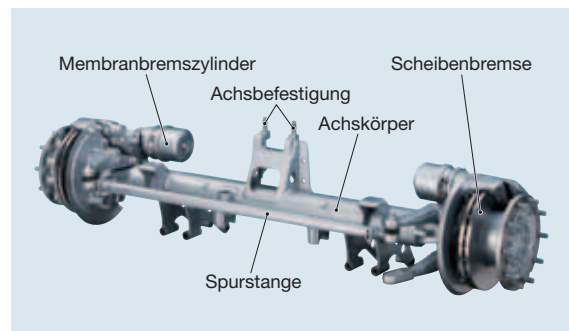

Abb. 10: Gelenkte Nachlaufachse
- **Nachlaufachsen** (hinter der Antriebsachse, Abb. 10) eingebaut werden.
- **gelenkte** Achsen (Abb. 10) eingesetzt.